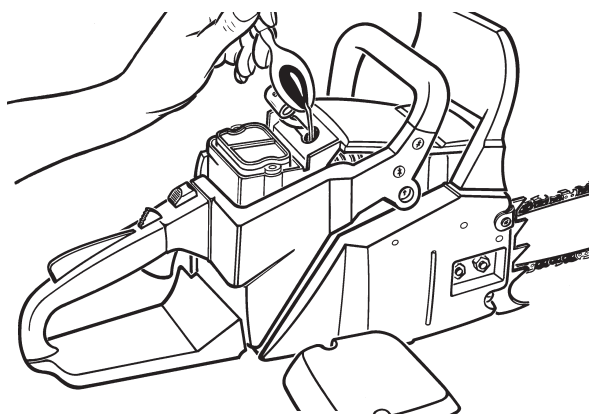

Fig. 36
5. Verser 1 cuillerée à thé d'huile 2 temps propre dans la chambre de combustion. Tirer lentement le cordon du lanceur plusieurs fois de manière à lubrifier les composants internes. Remonter la bougie (Fig. 36).